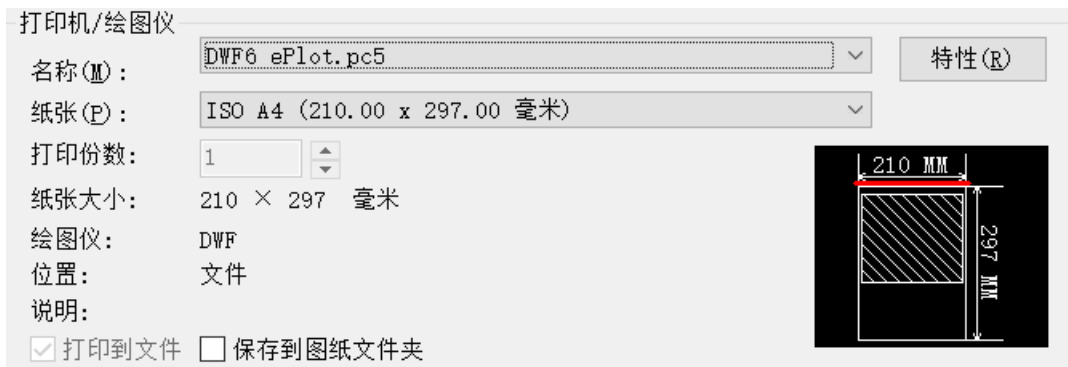

图 10-16 选择 DWF 打印驱动程序
2) 在“打印机/绘图仪”选项组的“名称”栏下拉菜单中选择“DWF6 ePlot.pc5”配置选项，如图 10-16 所示。